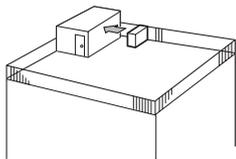

Fig. 2-3
- ① Coloque la salida de aire de frente a la pared más próxima a una distancia de unos 100 cm de ella. (Fig. 2-3)